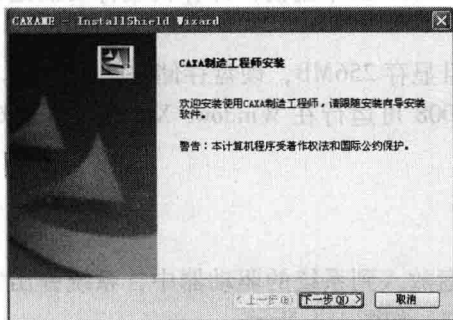

图 1-4 安装向导对话框
(3) 在【欢迎安装 CAXA 制造工程师】的安装向导对话框中，单击【下一步】按钮继续，如图 1-4 所示。